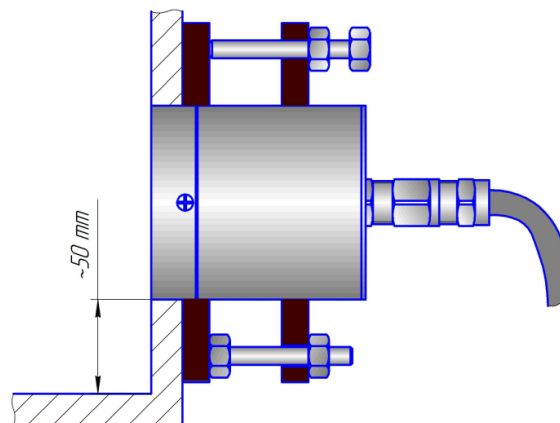

Рисунок 4.
11.2. Так же возможна установка датчика на боковую стенку, но для работы при малых объемах замешивания необходимо датчик располагать таким образом, чтобы он всегда находился в смеси. При установке датчика на боковую стенку датчик следует располагать на расстоянии от дна не ближе 50 мм (рис.4).